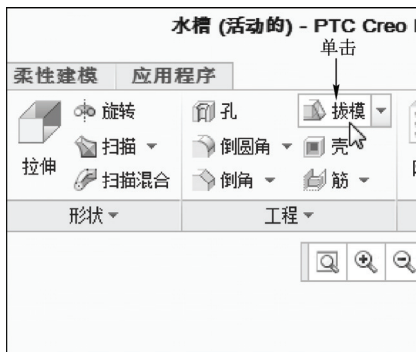

图 6-109 单击“拔模”按钮
STEP 02 在功能区选项板的“模型”选项卡中，单击“工程”面板中的“拔模”按钮 , 如图 6-109 所示。